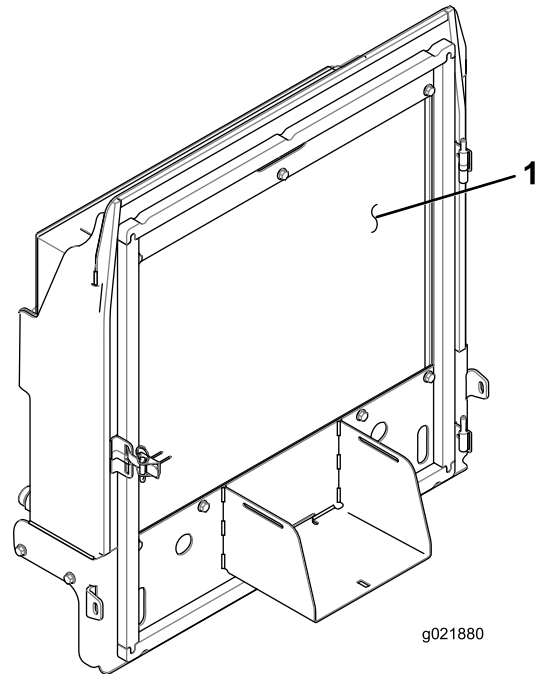

Figura 85
4. Limpe os dois lados do dispositivo de arrefecimento de óleo e o radiador com ar comprimido (Figura 85).